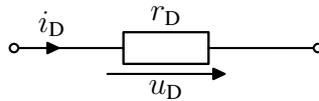

Abbildung 8: Kleinsignal Ersatzschaltbild einer Diode.
b) Das Kleinsignalersatzschaltbild ist in Abbildung 8 zu sehen.